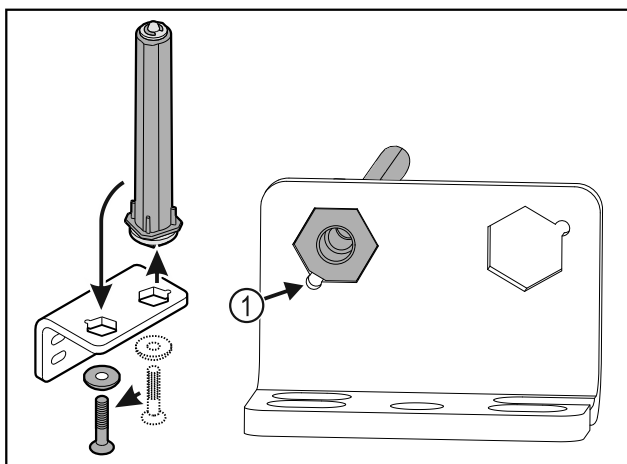

Fig. 39
- ▶ Bëni kujdes që gjatë vendosjes, e prera e kokës së bulonit Fig. 39 (1) të jetë e drejtuar nga vrima e rrumbullakët.